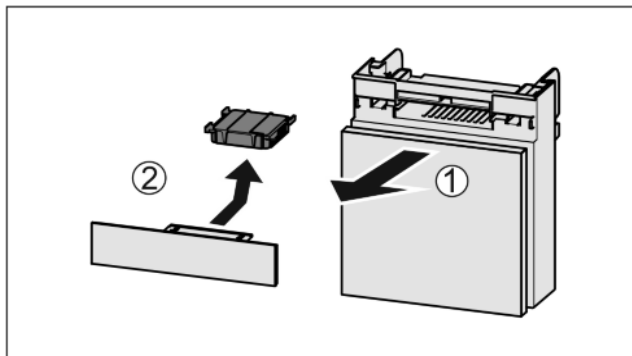

Fig. 49
- ▶ Extrageți Fig. 49 (1) compartimentul către înainte.
- ▶ Scoateți Fig. 49 (2) filtrul de cărbune activ.